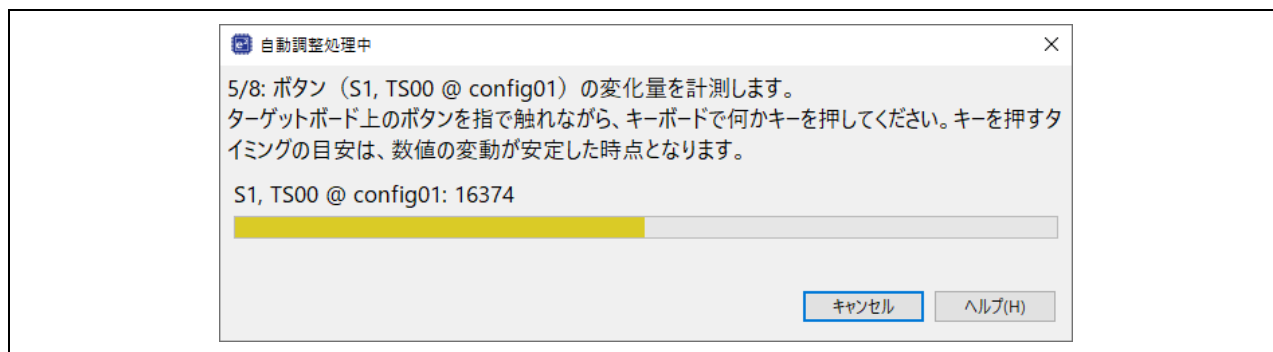

図 5-4 タッチボタン S1 の計測
- (3) QE for Capacitive Touch の自動調整が開始します。ダイアログボックスの表示メッセージに従い、調整処理の準備が終了して、タッチ感度測定のための手順メッセージが表示(例：図 5-4)されるまでは、ボードには触らずにお待ちください。